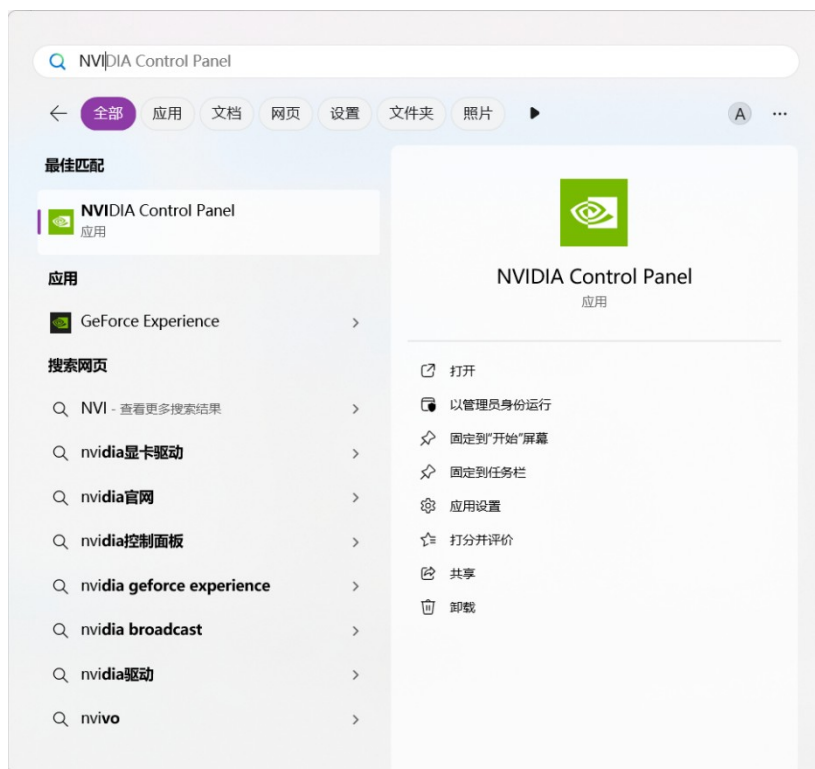

图 4-9 NVIDIA 控制面板
1、在电脑中搜索“NVIDIA 控制面板”，并打开控制面板（如图 4-9 所示）。